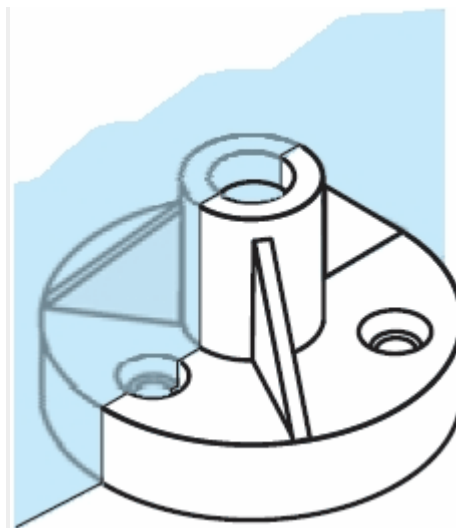

Рис. 16
6. Изображение тонких стенок и спиц на разрезе. Существует ряд условностей при выполнении разрезов. Так, если секущая плоскость проходит вдоль тонкой стенки (ребра жесткости) детали, то на чертеже ее показывают рассеченной, но незаштрихованной (рис. 16).